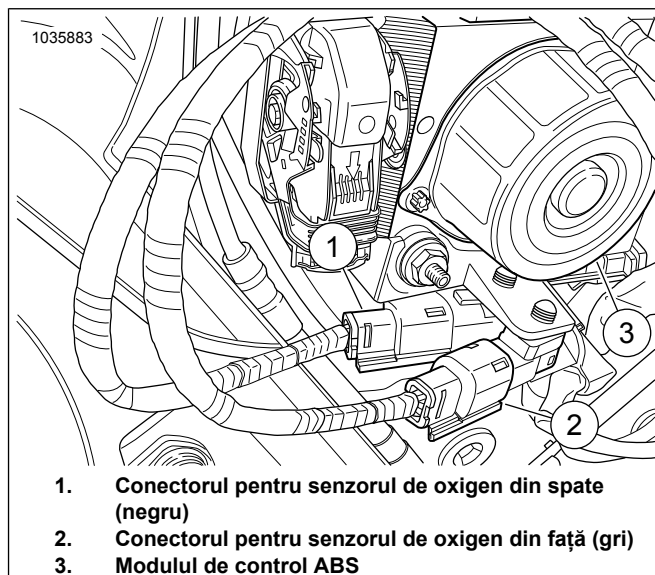

Figura 13. Conexiunile cablajului principal ATM
12. Consultați Figura 13 și Figura 8. Direcționați bornele ghidajului conectorilor gri (3) și negru (1) în spatele modului de control ABS (2) și conectați la cablajul principal. Conectori care se potrivesc la culoare: negru cu negru și gri cu gri.